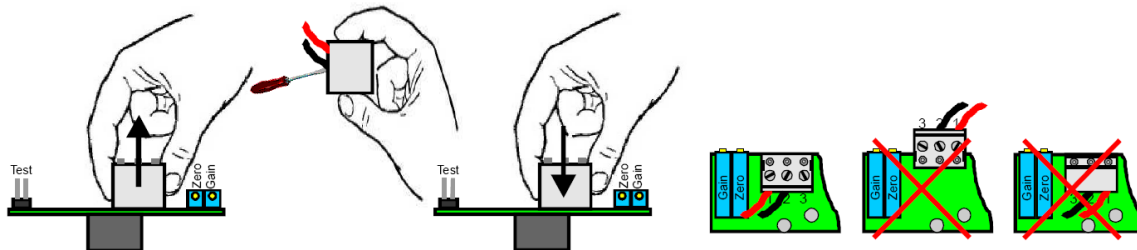

Рис. 3 Подключение
- Правильно подсоедините гнездо платы. См. рис. 3.
Плата подключена неправильно	Подключить плату правильно в соответствии с рис. 3